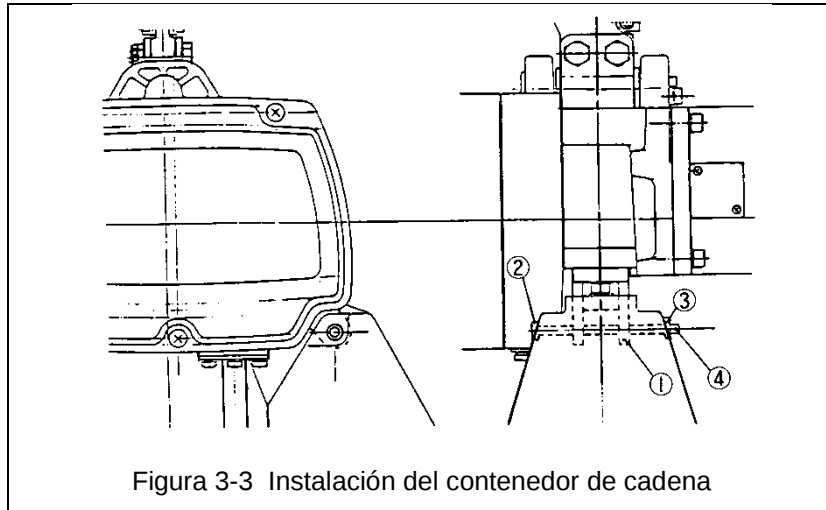

Figura 3-3 Instalación del contenedor de cadena
3.4.1 Siga las instrucciones de abajo para instalar el contenedor de cadena. Consulte la Figura 3-3.